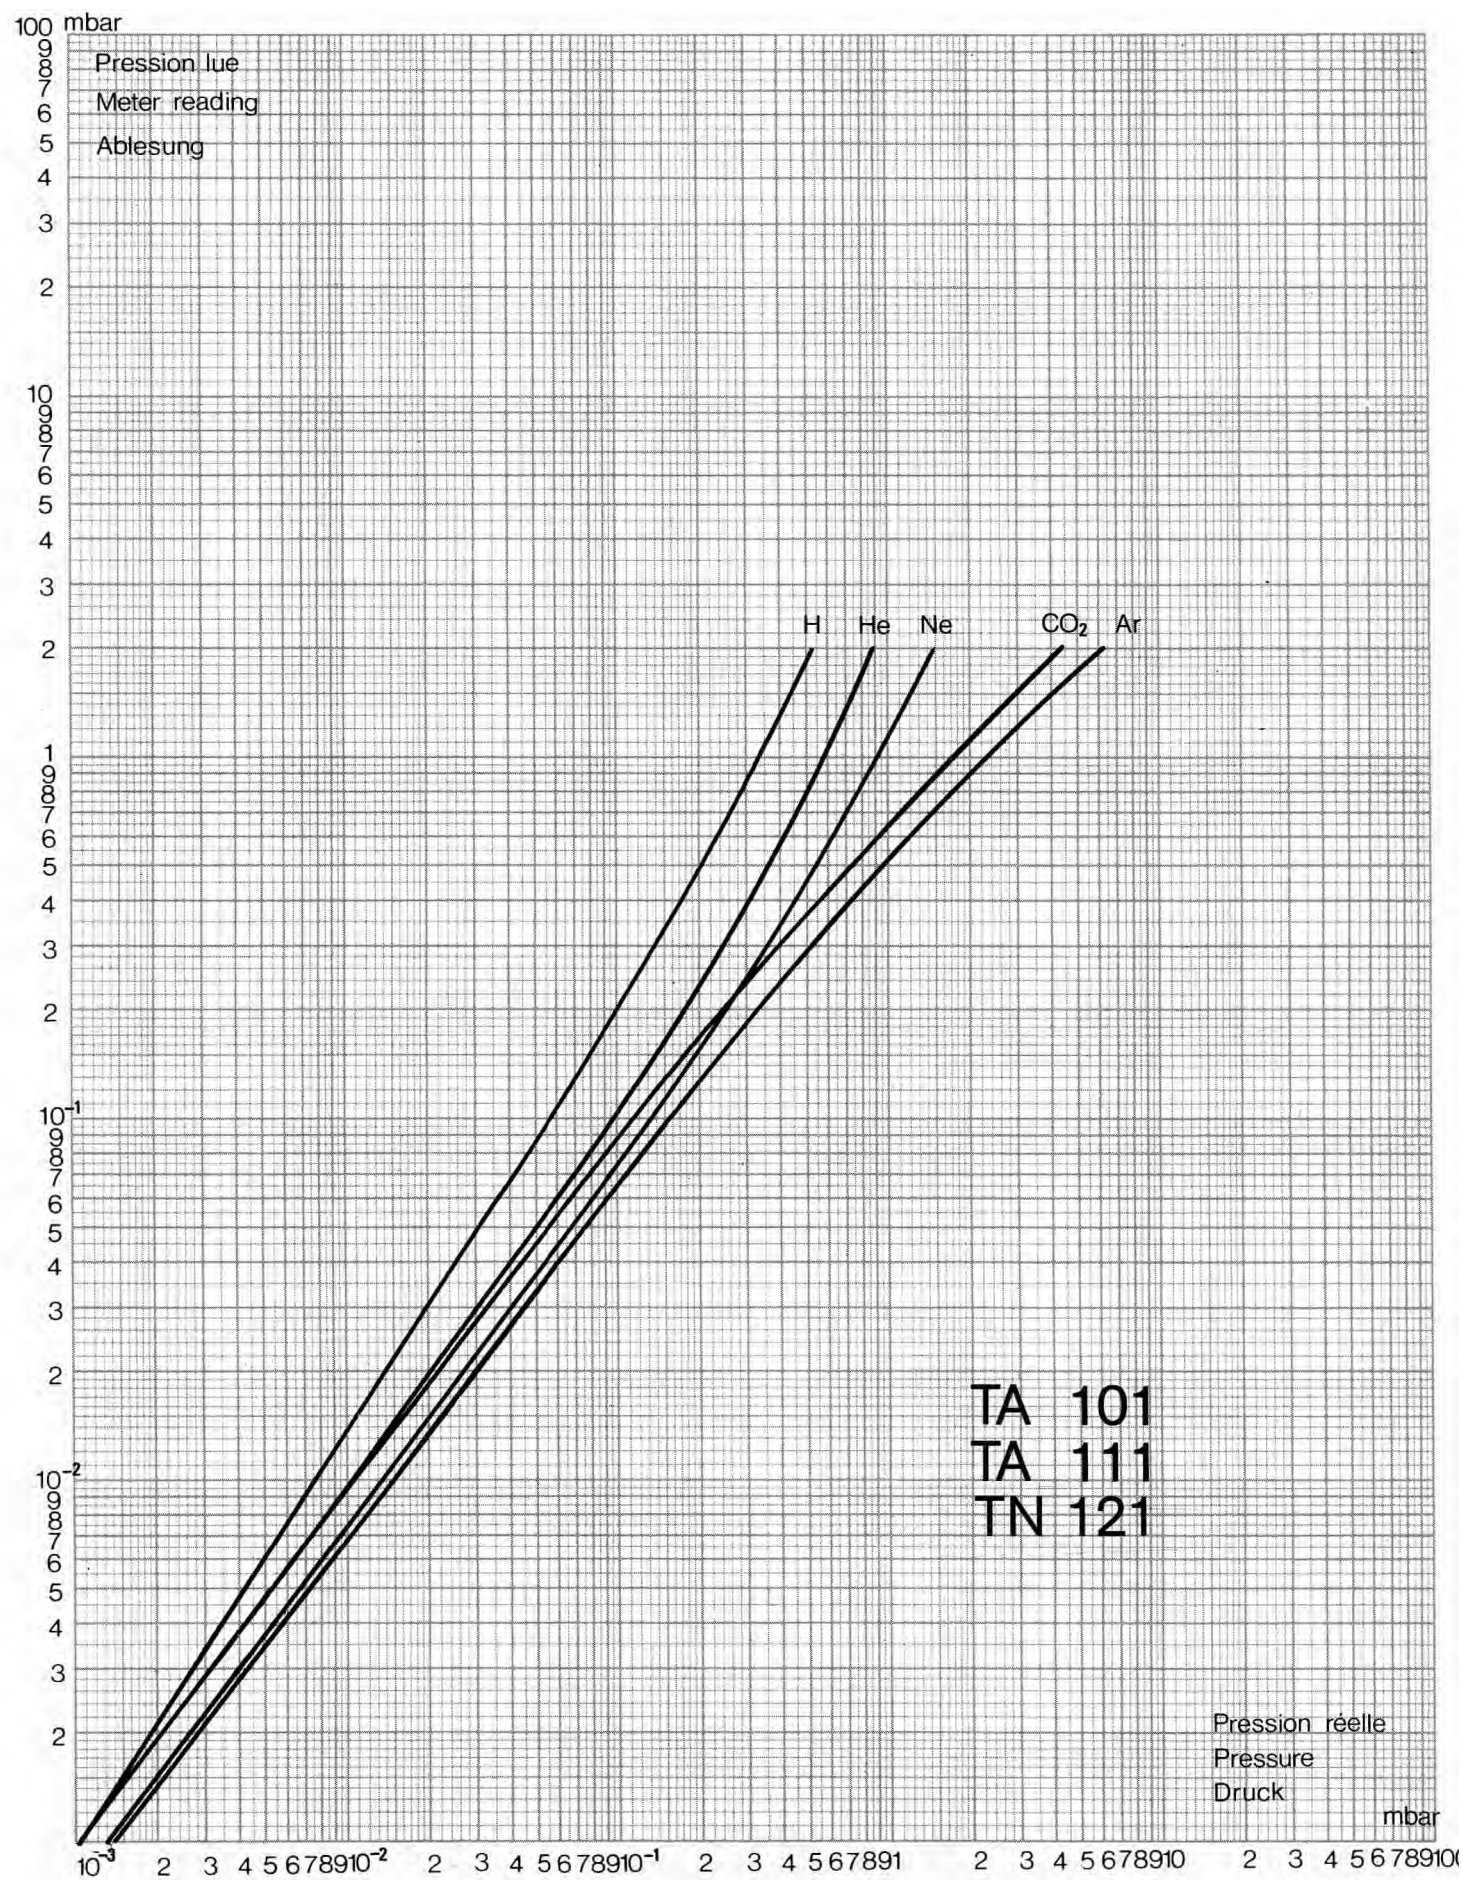

FIGURE 2 / ABBILDUNG 2
■ La figure 2 donne les courbes d'etalonnage du manometre pour differents gaz.
■ Figure 2 shows the calibration of the gauge for various gases.
■ Abb. 2 gibt die Eichung des Manometers mit verschiedenen Gasen.